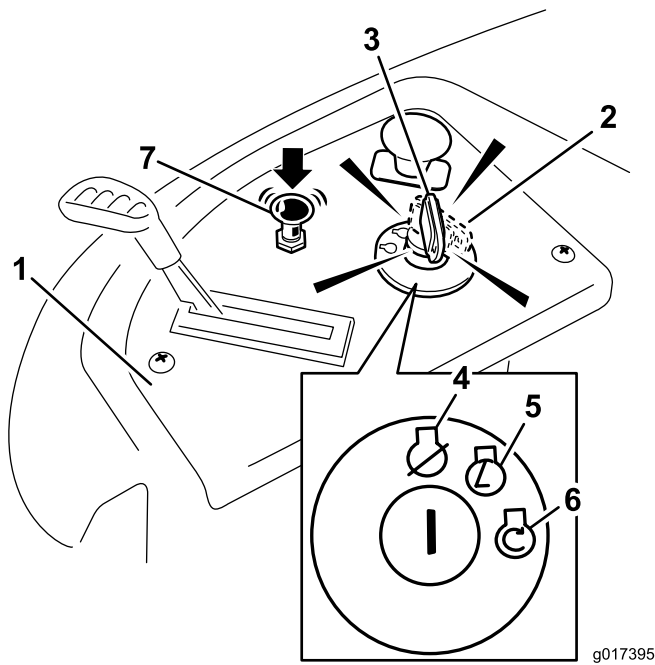

Bild 15
4. Drehen Sie den Zündschlüssel auf Start, um den Anlasser zu aktivieren (Bild 15).
- Schieben Sie nach dem Anspringen des Motors den Chokehebel langsam rein (Bild 15).
4. Stellen Sie den Zündschlüssel auf "Aus" (Bild 15) und ziehen Sie ihn ab.